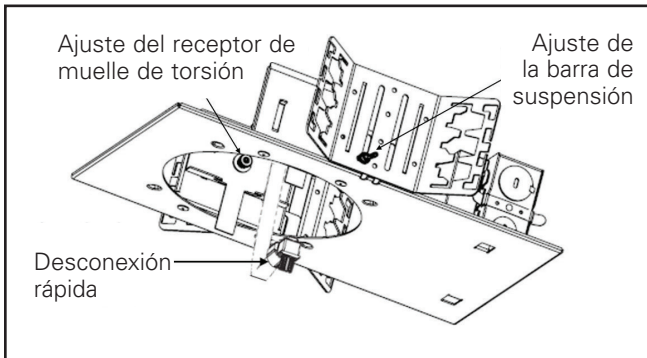
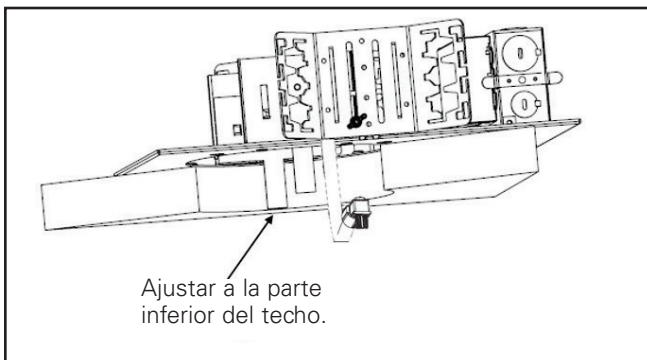

Figura 1
Figura 2
2. Tornillo de ajuste del muelle de torsión: Ajuste los tornillos (Figura 1) de modo que el cuello inferior del receptor del resorte de torsión esté al ras con la línea del techo terminada. (Figura 2.) El soporte del colgante es reversible para permitir un ajuste total de 5".
1. Coloque el extremo del conducto flexible a través de la apertura del marco en el techo tal que quede expuesta la parte superior del dispositivo de desconexión rápida (Figura 2.).